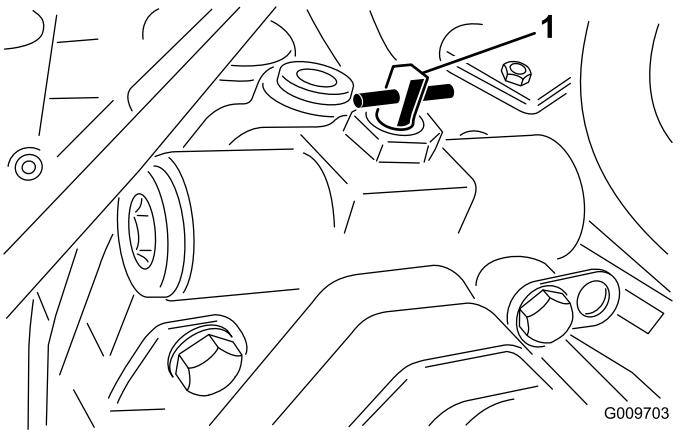

Figura 44
3. Gire la válvula de desvío 90° (1/4 de vuelta) en cualquier sentido para abrirla y dejar pasar el fluido internamente (Figura 44).
2. Gire la válvula de desvío 90° (¼ de vuelta) en cualquier sentido para abrirla y dejar pasar el fluido internamente (Figura 44).